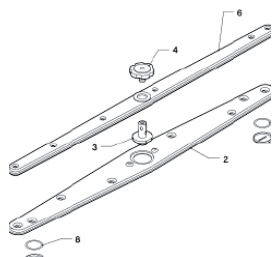

Fig. 13
- desmonte los chorros (fig. 13) (inferior y superior 2, 6) aflojando los tornillos (4, 3). Desmonte los tapones (7) ubicados en los extremos de los chorros.